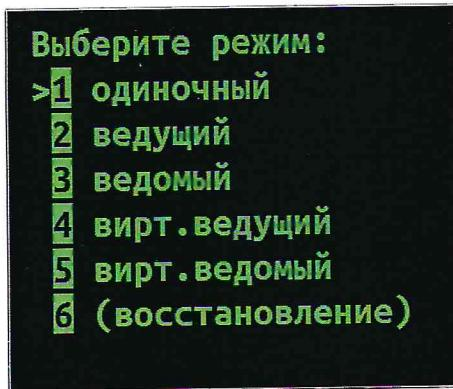

Рисунок 7.
1.2.7 При инициализации системы ИСАВП-РТ-М выбрать режим «Виртуальный ведущий» или «Виртуальный ведомый» (Рисунок 7).